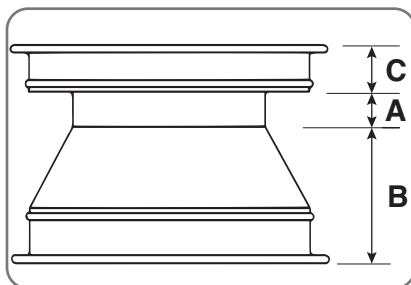

Fig. 6.1
Siehe (Abb.6.1). An der Felge den Kanal (A) bestimmen. Die breiteste Breite (B) und die schmälmste Breite (C) ermitteln. Der Reifen muss mit dem Rad im selbstzentrierenden Spannfutter und der Seite der schmälmsten Breite (C) nach oben gerichtet montiert oder demontiert werden.